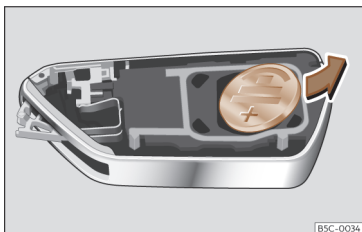

Fig. 65 Chave do veículo: remoção da pilha.
- Extraia a pilha do compartimento com um objeto fino adequado >>> Fig. 65.
- Coloque a pilha nova, pressionando-a no compartimento respetivo >>> ①.